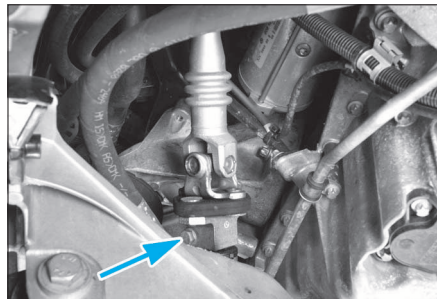

FIG. 17
- Désaccoupler l'accouplement de direction du boîtier de direction (Fig.17).